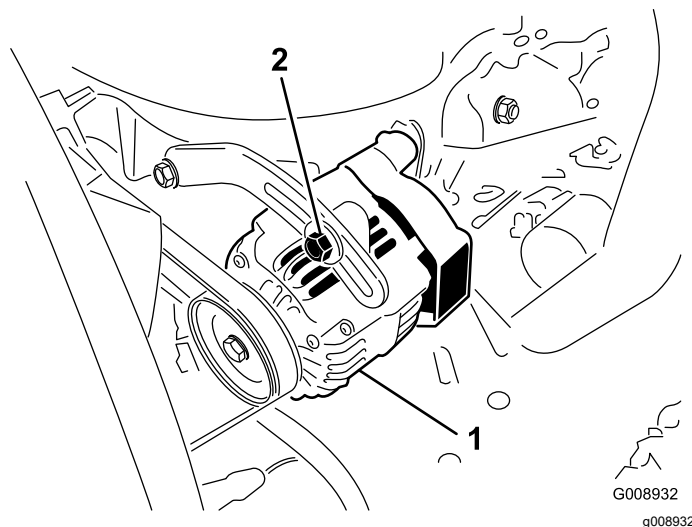

図 96
オアウターネータのベルト 図 96 は 100 運転時間ごとに点検します。
2. たわみが 10 mm でない場合には、オルタネータ取り付けボルトをゆるめる 図 96。適当な張りに調整してボルトを締める。ベルトのたわみが適切に調整されたことを確認する。